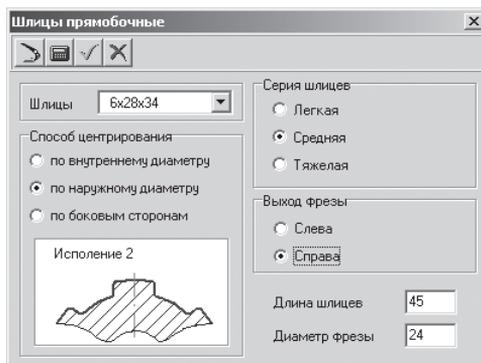

Рис. 3.27. Диалоговое окно **Шлицы прямобочные**
- щелкните в окне сообщений по кнопке **ОК**. Появится диалоговое окно **Шлицы прямобочные**, см. рис. 3.27.
- щелкните в контекстном меню по пункту **Отредактировать**. Появится диалоговое окно **Шлицы прямоугольные** (см. рис. 3.27);